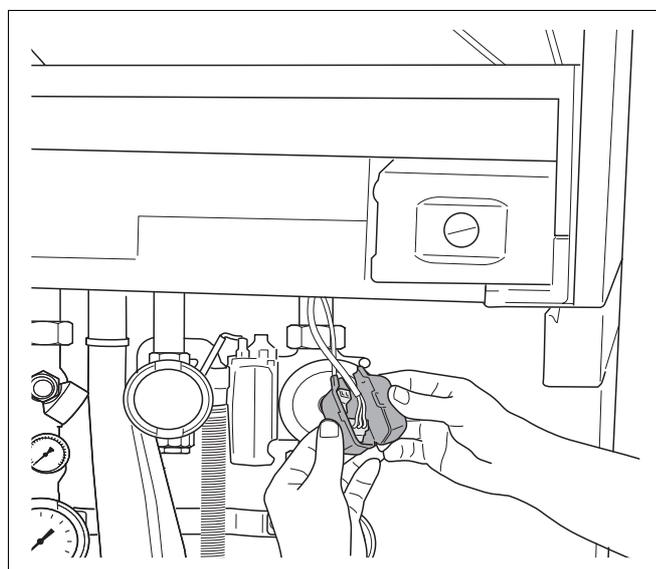
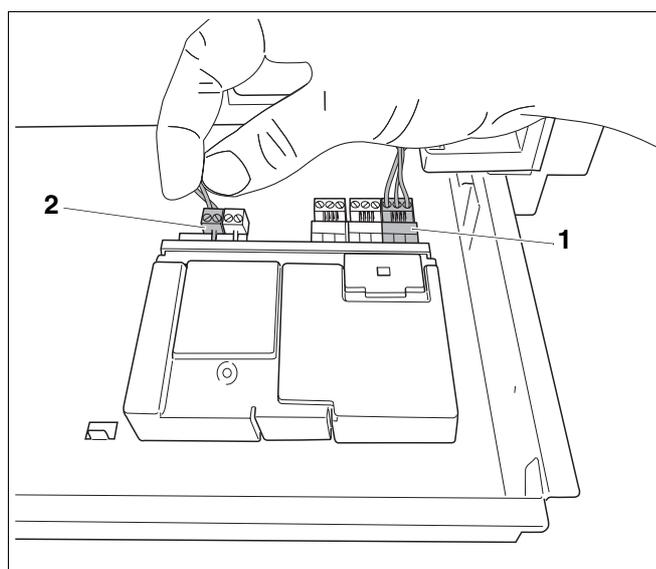

Fig. 48 Rimozione dei tappi di protezione
Fig. 49 Collegare i moduli tra di loro
- Rimuovere la calotta protettiva dei due connettori liberi sul cavo di collegamento del modulo funzionale (fig. 48).
- Collegare i connettori liberi del cavo di collegamento di alimentazione di rete 230 VAC (fig. 48) al modulo funzione (fig. 49, **pos. 1**). Qualora si utilizzino più moduli, l'alimentazione a CA, 230 V del secondo modulo potrebbe essere derivata dal primo modulo. Utilizzare il cavo fornito in dotazione al modulo.
- Collegare i connettori liberi del cavo di collegamento del bus EMS (fig. 49) al primo modulo (fig. 49, voce 2).